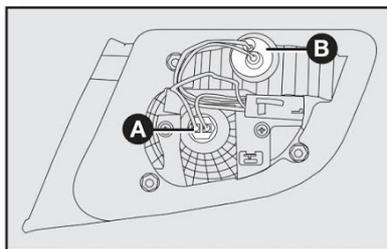

fig. 49
A-fig. 49: Luz de posição traseira.
B-fig. 49: Luz de marcha a ré.
2) Para substituir a lâmpada da luz de posição, puxar o porta-lâmpada **A-fig. 49** e puxar a lâmpada fixada a pressão. Em seguida, substituir a lâmpada e recolocar o porta-lâmpada.
3) Para substituir a lâmpada da luz de marcha a ré, girar no sentido anti-horário o porta-lâmpada **B-fig. 49** e puxar a lâmpada fixada a pressão. Em seguida, substituir a lâmpada e recolocar o porta-lâmpada, girando-o no sentido horário.